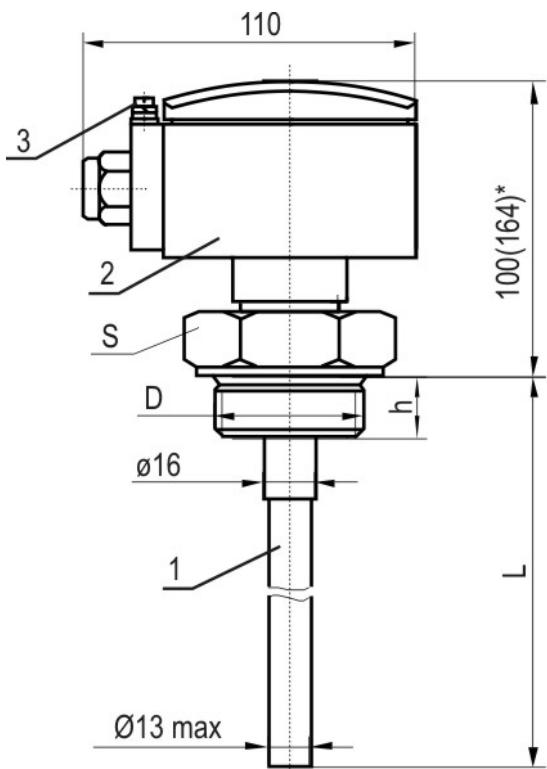

Рисунок 1
1.3.3 Датчик (рисунок 1) состоит из чувствительного элемента 1 различных конструктивных исполнений (таблица 2), корпуса 2 с крышкой и расположенного внутри корпуса электронного модуля. Для датчиков взрывобезопасного исполнения предусмотрен зажим заземления 3 типа 3В-С-4х12 по ГОСТ 21130-75.